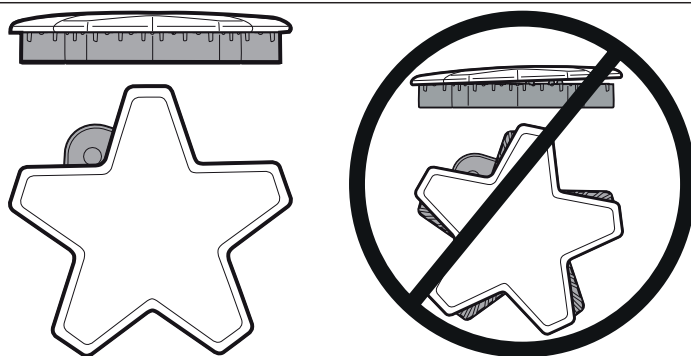

Figure 13 : Chapeau de brûleur correctement et incorrectement placé
- Vérifiez chaque brûleur pour vous assurer qu'il n'y a pas d'espace entre le chapeau et la base du brûleur. Voir Figure 13: "Chapeau de brûleur correctement et incorrectement placé" pour des exemples de chapeau de brûleur correctement ou incorrectement placés.
- Vous pouvez essayer de déplacer délicatement les chapeaux des brûleurs latéralement pour vous assurer qu'ils sont placés correctement sur leur base. Lorsqu'ils sont bien placés, les chapeaux des brûleurs sont droits sur la base et couvrent complètement la base du brûleur en forme d'étoile lorsque vous les regardez d'en haut, comme sur la Figure 13.